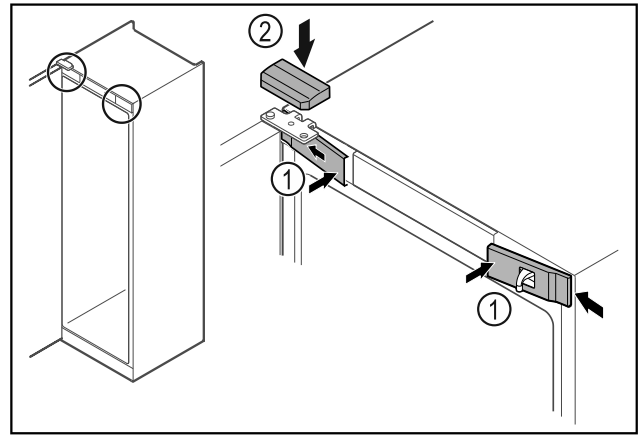

Fig. 50
- ▶ Enganche las cubiertas frontales Fig. 50 (1) lateralmente y encájelas.
- ▶ Encaje la cubierta superior Fig. 50 (2) desde arriba.